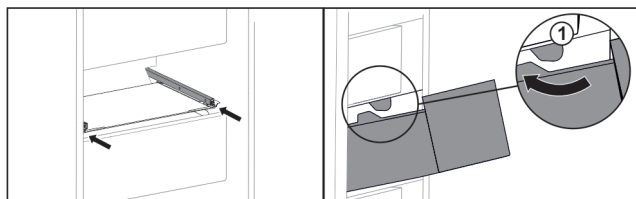

Fig. 149
- ▶ Predal speljite okrog zaustavjalnikov Fig. 149 (1).